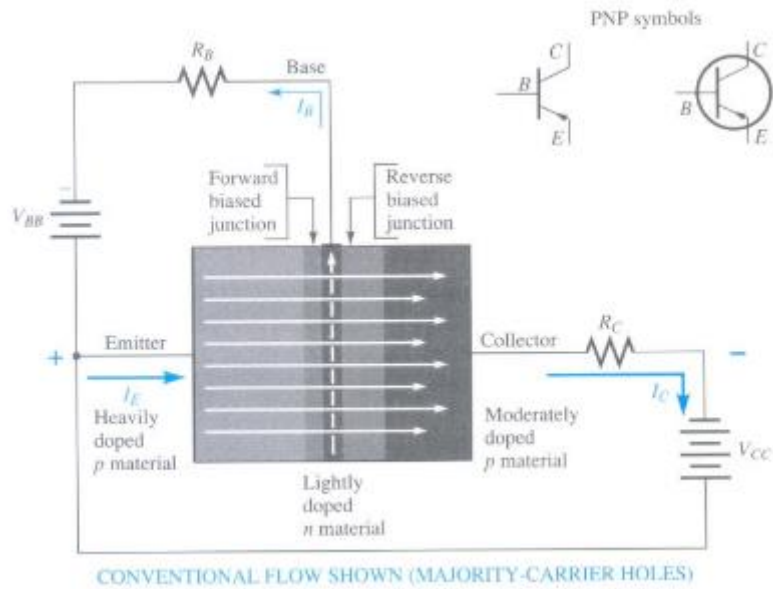

Figura 8: Configuração NPN.
Os transistores bipolares são feitos com um sanduíche de duas junções formando um sistema PNP ou NPN. Um NPN é feito com diferentes graus de dopagem: o N chamado de EMISSOR, tem alta concentração de dopagem, o semi-condutor P tem concentração baixa de dopante e é chamado de BASE e o outro N, tem concentração moderada de dopante e é chamado de COLETOR. As diferentes concentrações de dopantes tem razão de ser. Verificando na Figura 7: fazendo a polarização direta base-emissor na junção NP com uma tensão V_{bb} , a zona de difusão fica pequena e permite que elétrons atravessassem a barreira (0.7V). Muitos elétrons da BC do emissor (N) passam pela barreira de potencial da junção NP mas, como a concentração de dopantes da BASE (P) é baixa, somente poucos destes elétrons se recombinam com os buracos da base (~5%) e formam uma corrente de deriva (buracos) da base. O restante destes elétrons acabam sendo coletados pelo COLETOR e isto é possível porque a tensão V_{cc} entre coletor e emissor, é maior que V_{bb} . Então a região de difusão da junção Base-Coletor é grande porque a tensão ($V_{cc}-V_{bb}$) é grande e reversa. Mas V_{cc} é grande de forma que os elétrons que passaram para a BC do coletor agora vão para a fonte. Aqueles poucos elétrons que recombinaram na base, formam a corrente de deriva da base. Os outros que atravessaram a junção NP (Base-Coletor) inversamente polarizada, liberam energia ao cair para a BC. Então para escoar este calor, usualmente o coletor é ligado à carcaça do transistor (metal). As flechas azuis na figura representam o fluxo de elétrons. A Figura 8 representa o equivalente para um transistor NPN.